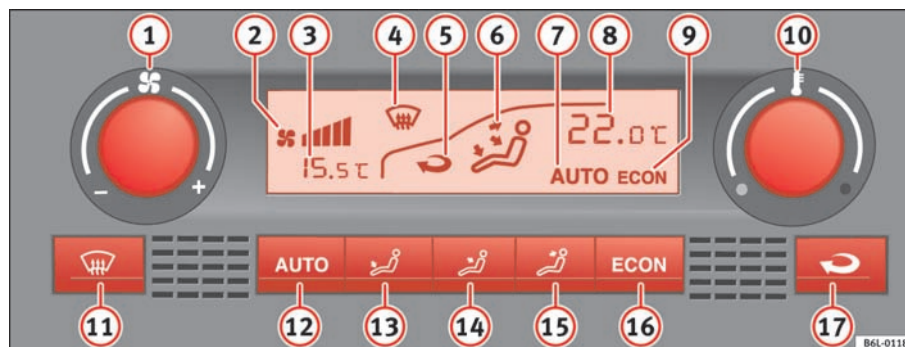

Fig. 91 På instrumentpanelet: betjeningslementer til Climatronic
- Drej kontakten til temperaturregulering ⇒ side 119, fig. 91 10 for at indstille den ønskede temperatur.
- Tryk på **AUTO**. Visningen kommer frem ⇒ side 119, fig. 91 7.
- Tryk på en af knapperne ⇒ side 119, fig. 91 ⑬ til ⑮, eller drej på blæserkontakten ①. Visningen slukker ⑦.
- Tryk på  for at aktivere eller deaktivere recirkulationsfunktionen. Når funktionen er aktiveret, bliver symbolet  ⇒ side 119, fig. 91 ⑤ vist i displayet.